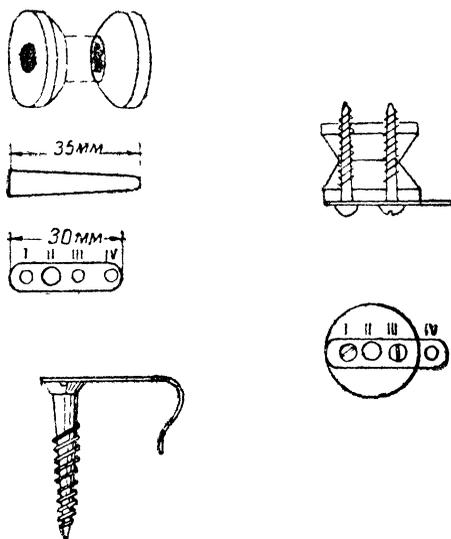

Рис. 318.
5) 4 шурупа по 25 мм и 6) один винт с плоской головкой длиной в 45—60 мм. Изготавливается реостат следующим образом: катушка разрезается на части, как показано на рис. 318. После этого из латунного листа вырезают две пластинки указанных на рис. 318 размеров. В нижней пластинке делают 4 отверстия, из них I, III и IV—для мелких шурупов и II—для большого винта. Вторая пластинка припаивается к шляпке большого винта и загибается, как показано на том же рис. 318. Оба наружные отрезка катушки вместе с продырявленной пластинкой свинчиваются двумя винтами, как показано на правой стороне рис. 318. При этом отверстие II должно приходиться над отверстием катушки.